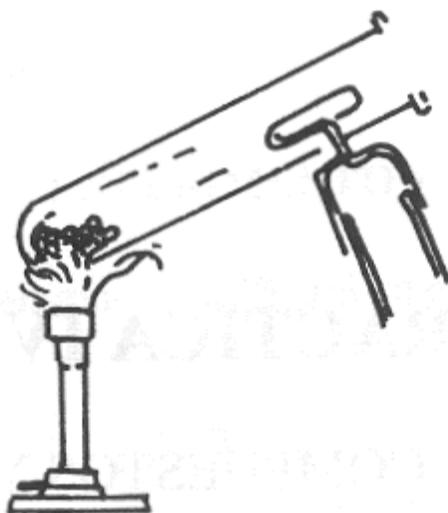

Figura 10.2
- 3.2 Sostener el tubo con pinzas y acercarlo a la flama del mechero (ver figura 10.2). Calentar de 10 a 20 segundos.